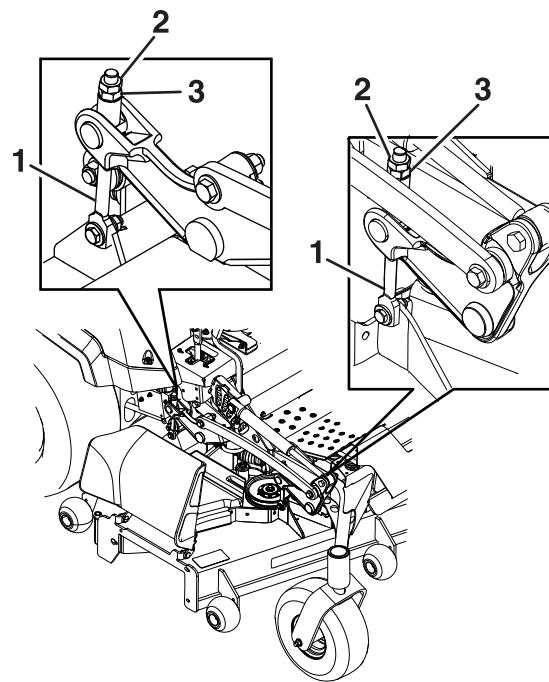

Bild 82
8. Drehen Sie die Einstellmutter am Frontmähwerkhub, um eine genaue Einstellung zu erreichen (Bild 82).